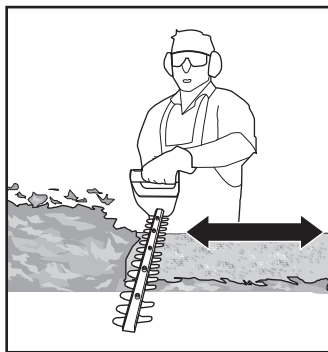

Fig. 7
8. Corte en varias etapas para obtener un mejor resultado, en lugar de intentar cortar en una sola pasada, si la zona de corte es especialmente larga (Fig. 7); los recortes pequeños facilitarán el compostaje.